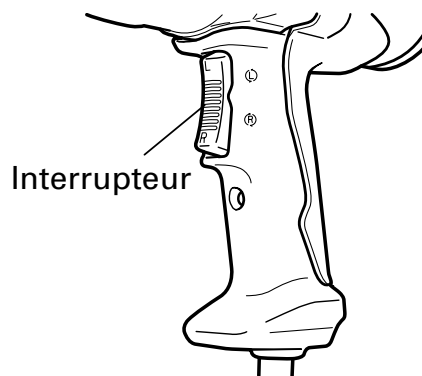

Fig. 3
- Fonctionnement de l'interrupteur (Fig. 3)